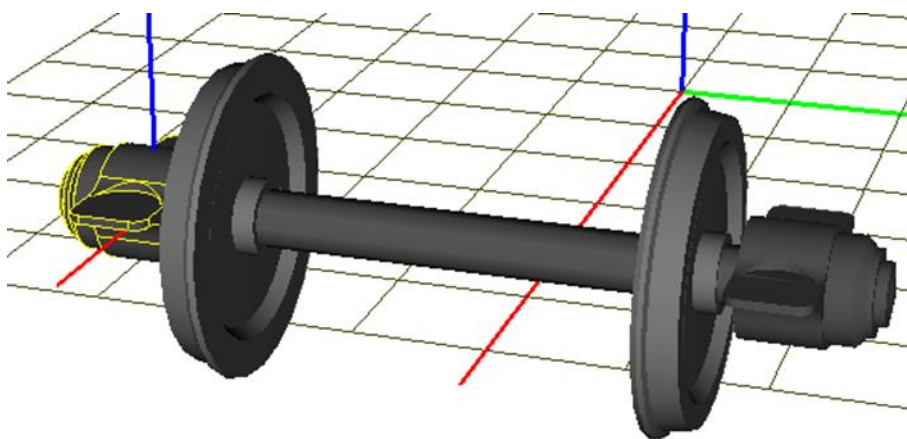

Рис. 2.16. Передняя КП с буксами
- Перейдите к списку шарниров и скопируйте вращательный шарнир первой буксы. Измените второе тело на **Axle-box RF**. Измените знак поперечной координаты буксы на оси КП (**-1.1**). Результат представлен на рис. 2.16.